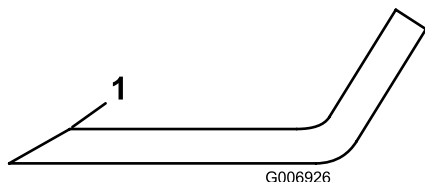

Figura 16
- Inspeccione los filos de corte de todas las cuchillas. Afílelos si están romos o tienen mellas. Afíle únicamente la parte superior del filo y mantenga el ángulo de corte original para asegurar un filo correcto (Figura 16). La cuchilla permanecerá equilibrada si se retira la misma cantidad de metal de ambos bordes de corte.